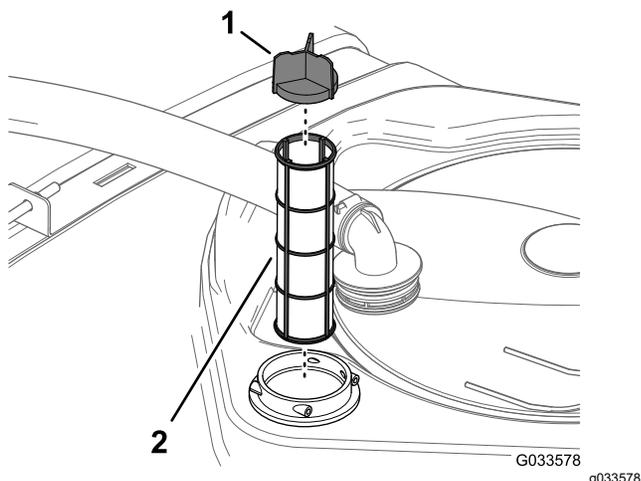

Figura 108
- Retire o filtro de sucção antigo da estrutura do filtro no depósito (Figura 108).